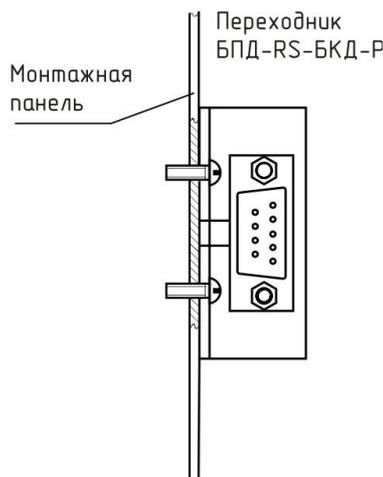

Рисунок 12 - Крепление переходника БПД-RS-БКД-Р в шкафу
2) Если требуется подключение БКД-Р к системе охранно-пожарной сигнализации СОС-95, то следует установить переходник БКД-Р-RS в металлическом шкафу (корпусе) технических средств системы ОПС. Переходник БКД-Р-RS крепят к монтажной панели при помощи двух винтов В.М4-6gx12.58.019 ГОСТ 17473-80, предварительно в монтажных отверстиях должна быть нарезана резьба М4 (рисунок 12).